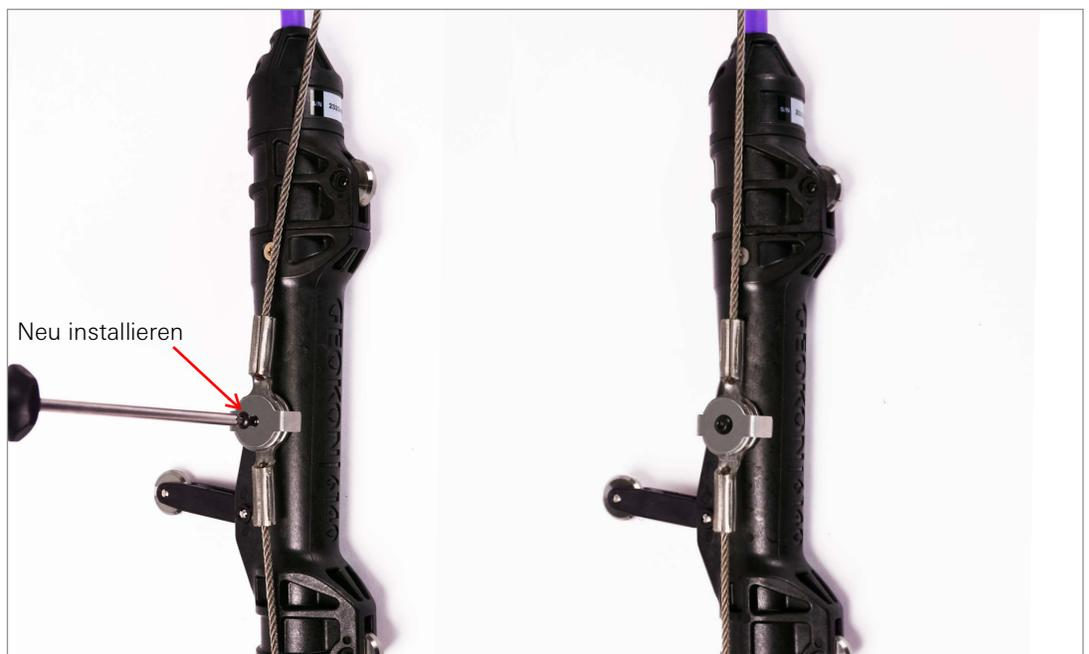

ABBILDUNG 12: Ösen des Flugzeugkabels sichern, fertige Flugzeugkabelverbindung
- c. Sichern Sie beide Ösen am oberen Sensor, indem Sie Schraube und Unterlegscheibe wieder anbringen. Abbildung 12 zeigt die hergestellte Verbindung an.